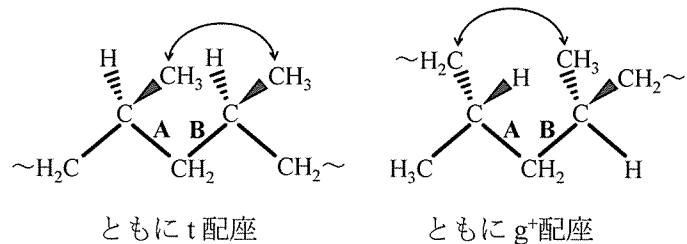
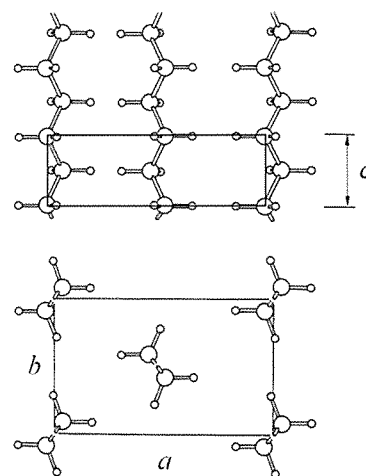

図1 ポリプロピレンのメソ二連子の立体構造。主鎖の連鎖を $\text{CH}_2\sim$ で表している。
図2 ポリエチレンの結晶構造。
(1) 高分子鎖の振る舞いを統計的に考えるため、結合ベクトル b_i が n 個つながった直鎖状高分子のモデルを考える ($i=1 \sim n$)。鎖の末端と末端とを結ぶベクトル R を、 b_i と n を用いて表す式を記せ。
(2) 実際の高分子鎖では、共有結合の結合長さや、隣り合う共有結合がなす結合角には、幾何学的な制約がある。例えば b_i と b_{i+1} とのなす角度の補角(結合角に相当)は、正四面体角に近い値をとると考えられる。(1)の高分子鎖において、すべての結合長が一定 ($|b_i| = b$) で、すべての結合角が正四面体角に等しい場合、鎖の両端間の距離 $R = |R|$ が最大になるよう引き伸ばした時の R の値を、 b と n を用いて表す式を記せ。ただし、 n は十分大きいとし、正四面体角の余弦値として $-1/3$ を用いよ。
(3) 結合長さや結合角の制約に加え、主鎖の共有結合周りの内部回転角によっては、近接する原子団の間に立体反発が生じ、高分子鎖全体の広がりにも影響を及ぼす。図1には、ポリプロピレンのメソ二連子について、結合 A と結合 B がともにトランス (t) 配座 (内部回転角 $\varphi = 0^\circ$ 、左図)、およびともにゴーシュプラス (g^+) 配座 ($\varphi = 120^\circ$ 、右図) をとるときの立体構造を示している。
(4) 図1の矢印 \longleftrightarrow で示すように、4つの共有結合を介した CH_3 基あるいは主鎖中の CH_2 基 ($\text{CH}_2\sim$) 同士が空間的に近づくと、立体反発が生じ、その立体構造の存在確率が極めて低くなる(ペンタン効果)。結合 A と B のペアにおいて、それぞれが t 配座、 g^+ 配座および g^- 配座のいずれかをとるとした場合、ペンタン効果が生じないような立体構造を、図1にならってすべて図示せよ。
(5) 実在の屈曲性高分子鎖では、(4)で示したような、(ア) 近接する原子団の間に働く相互作用のみで高分子鎖全体の広がりが説明できるのは、 Θ 状態に限られる。下線部(ア)以外の高分子鎖の分子内相互作用が、 Θ 状態では考慮する必要がなくなる現象について説明せよ。
(6) 結晶化したポリエチレンでは、全ての $\text{CH}_2\text{-CH}_2$ 結合が t 配座をとり、図2に示すような直方晶系の単位格子を形成する。 a 軸と b 軸の長さはそれぞれ 0.72 nm と 0.50 nm 、隣り合う結晶格子軸のなす角度はいずれも 90° とする。ポリエチレンの C-C 結合の長さを 0.15 nm 、結合角 $\angle\text{C-C-C}$ を問い(2)で示した正四面体角とした場合の、ポリエチレン結晶の密度 (g/cm^3) を小数点以下2桁で記せ。途中の導出過程も示すこと。
例えばポリエチレンでは、 1 nm 程度の長さスケールでは図2に示す結晶構造をとる。ポリエチレン稀薄溶液から析出するオは、菱形の薄い板状の形状をしており、ポリエチレン鎖は其中で、板状の表面に対して結晶格子の c 軸が垂直になるような、カを形成している。一方、ポリエチレン稀薄溶液を攪拌しながら結晶化させると、キの周りにカが付着したようなシシカバブ構造を形成する。ポリエチレンを溶融状態から結晶化させると、カが形成する結晶領域と、それらの間に存在する非晶領域が、それぞれ層状に積み重なることで、クを形成する。クは、結晶核から半径方向に空間を埋めるようにねじれながら成長し、肉眼でも観測できる程度のサイズのケとよばれる構造体を形成する。